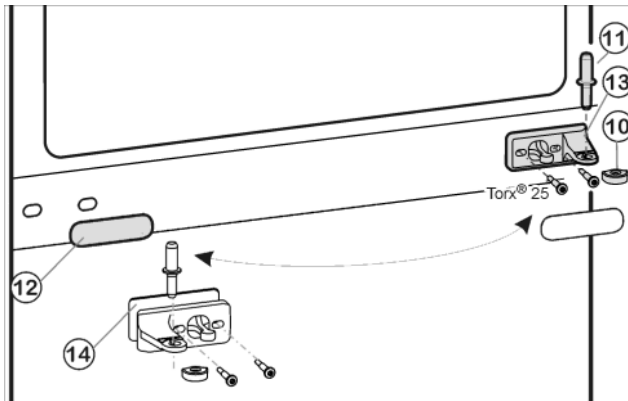
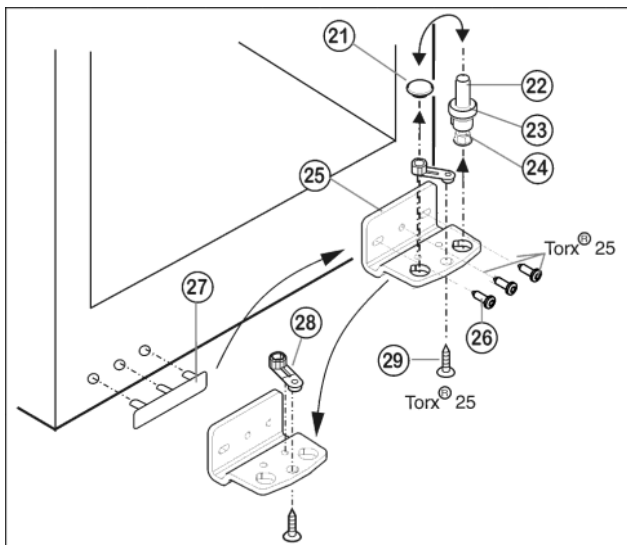

Fig. 8
Fig. 9
- ▶ Middelste lagerbout *Fig. 8 (11)* uit de lagerbus en de onderste deur uittrekken.
- ▶ Kunststof kapje *Fig. 8 (10)* afnemen.
- ▶ Middelste lagerbus *Fig. 8 (13)* losschroeven (2 maal Torx® 25).
- ▶ Afdekplaat *Fig. 8 (12)* voorzichtig afhalen.
- ▶ Middelste lagerbus *Fig. 8 (13)* met onderlegschiifje *Fig. 8 (14)* 180° gedraaid aan de nieuwe scharnierkant **goed (met 4 Nm)** vastschroeven.
- ▶ Afdekplaat *Fig. 8 (12)* 180° gedraaid aan de nieuwe greepzijde weer vastklikken.
- ▶ Lagerbout *Fig. 9 (22)* compleet met schijfje *Fig. 9 (23)* en stelplaatje *Fig. 9 (24)* naar boven eruit trekken.
- ▶ Stop *Fig. 9 (21)* eraf halen.
- ▶ Lagerbus *Fig. 9 (25)* losschroeven *Fig. 9 (26)*.
- ▶ Lagerdeel *Fig. 9 (28)* losschroeven *Fig. 9 (29)* en in het tegenoverliggende opnamegat van de lagerbus omzetten en weer vastschroeven.
- ▶ Afdekking aan de greepzijde *Fig. 9 (27)* voorzichtig optillen en op de tegenoverliggende zijde plaatsen.
- ▶ Lagerbus *Fig. 9 (25)* aan de nieuwe scharnierzijde evt. met behulp van een accuschroevendraaier weer **goed (met 4 Nm)** vastschroeven.
- ▶ Stop *Fig. 9 (21)* weer in het andere gat aanbrengen.
- ▶ Lagerbout *Fig. 9 (22)* compleet met schijfje en stelplaatje weer aanbrengen. Er daarbij erop letten, dat de sluitnok naar achter wijst.
- ▶ Plaats de onderste deur van boven op de onderste lagerbout *Fig. 9 (22)*.
- ▶ Het kunststof kapje *Fig. 8 (10)* weer op de middelste lagerbus *Fig. 8 (13)* zetten.
- ▶ Middelste lagerbout *Fig. 8 (11)* op de nieuwe scharnierzijde in de onderste deur plaatsen door de middelste lagerbus *Fig. 8 (13)*.
- ▶ Bovenste deur op de middelste lagerbout *Fig. 8 (11)* zetten.
- ▶ De deuren eventueel via de beide langgaten in de onderste lagerbus *Fig. 9 (25)* en middelste lagerbus *Fig. 8 (13)* ten opzichte van de kast uitlijnen. Eerst de middelste schroef in de onderste lagerbus *Fig. 9 (25)* uitdraaien.